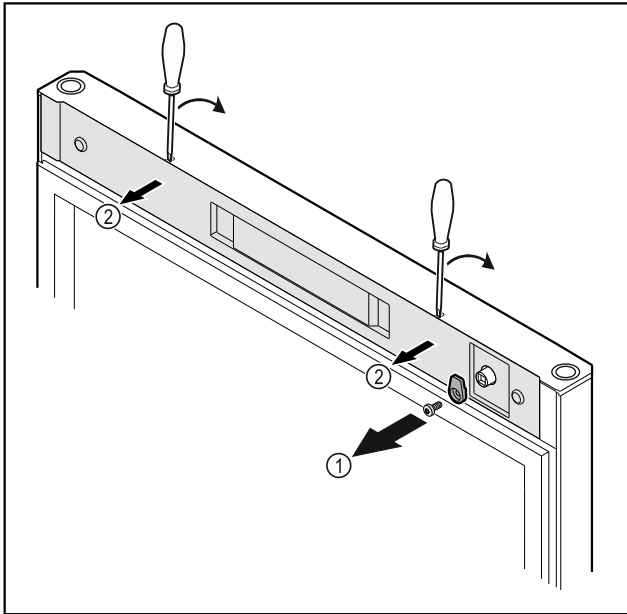

Fig. 52
- ▶ Csavarozza le a reteszelő kampót Fig. 52 (1).
- ▶ Pattintsa ki a fedelet Fig. 52 (2) egy csavarhúzó segítségével, és vegye le.